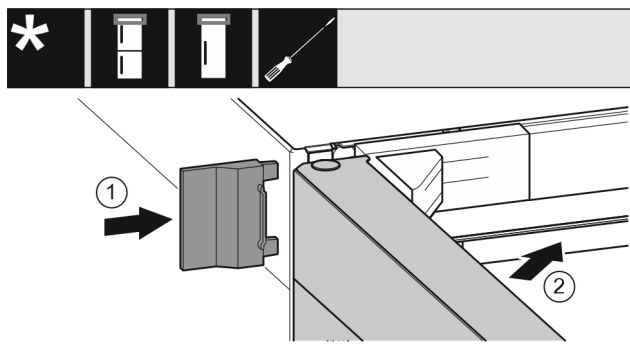

Fig. 64
- ▶ Vnější kryt Fig. 64 (1) nasuňte.
- ▶ Zavřete horní dveře Fig. 64 (2).